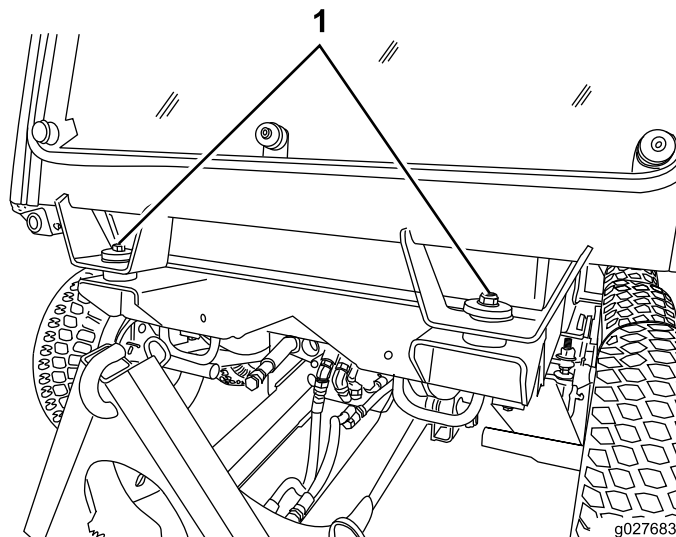
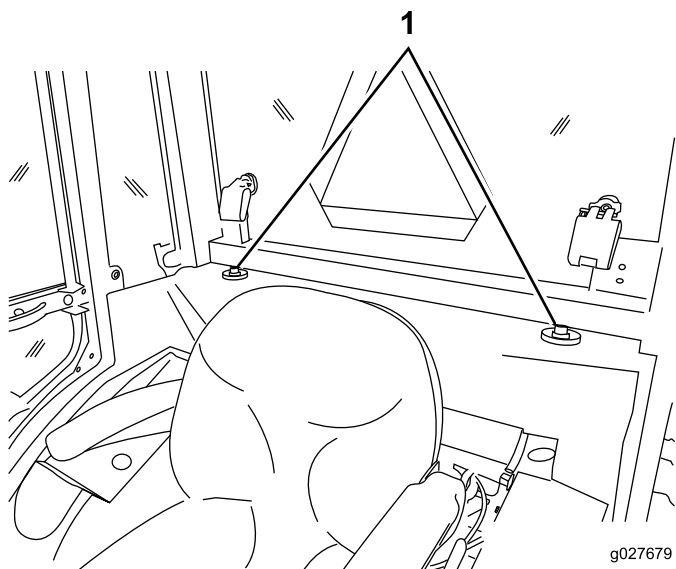

Figura 63
Figura 64
5. Localice los puntos de montaje delantero y trasero de la cabina (Figura 63 y Figura 64).